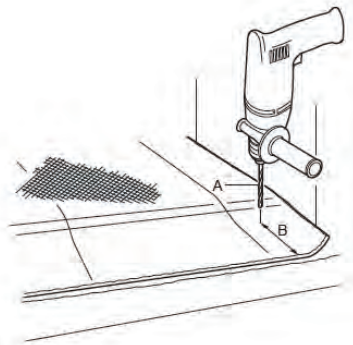

Bild 14: Borra hålen.
1. Borra hål (Ø 6,5 mm eller 7 mm, A i Bild 14) 160 mm (B i Bild 14) från bakkanten på båsraden.